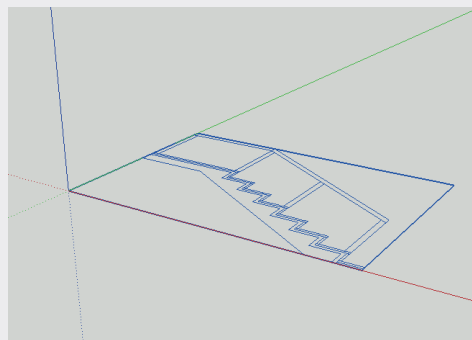

图3-212
- 01 在SketchUP中导入CAD文件，结果如图3-212所示。